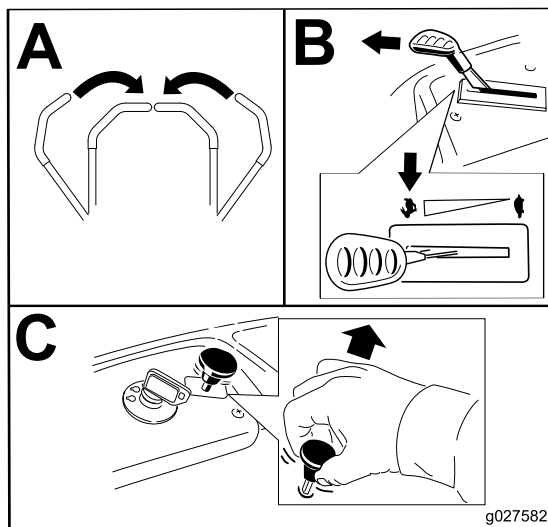

Bild 11
Hinweis: Aktivieren Sie die Messer nur, wenn der Gasbedienungshebel in der SCHNELL-Stellung ist (Bild 11).
1. Stellen Sie den Zapfwellenantriebsschalter in die Aus-Stellung, um die Messer auszukuppeln (Bild 11).